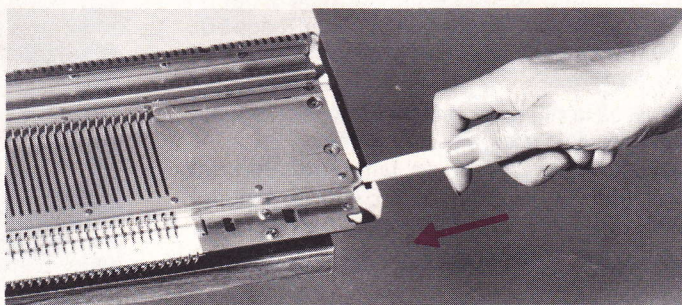

Fig. 202
- Pousser de 2 cm la barre de maintien avec le manche du remailleur du côté droit de la fonture (fig. 202),